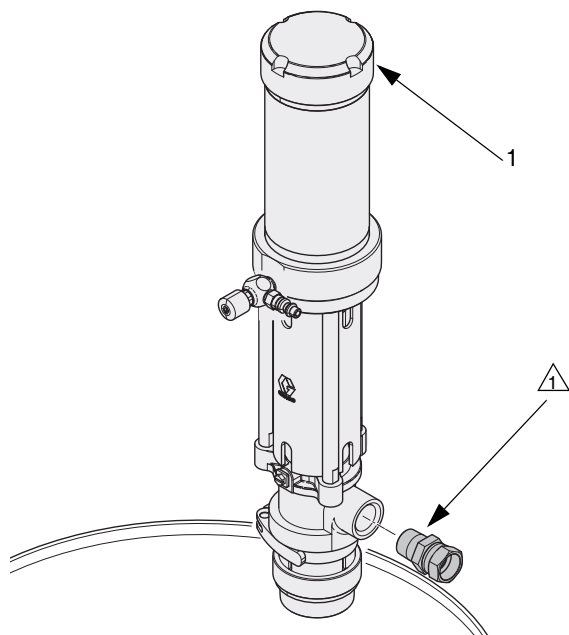

FIG. 5
2. Applicera gängtätning på hangängan på utloppet (levereras inte) och sätt den i utloppsporten. Se FIG. 5.
3. Använd medlevererade etiketter (70) för att märka upp rätt pump för ditt material. Se FIG. 5.